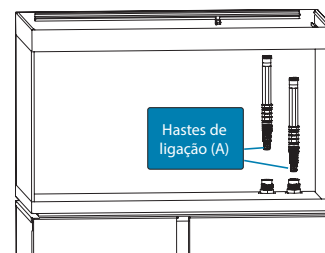

Fig. 2
- Deslize a haste de ligação (A) completamente através da abertura (O) até parar (Fig. 2).
- Deslize a segunda haste de ligação (A) completamente através da abertura (I) até parar (Fig. 2).